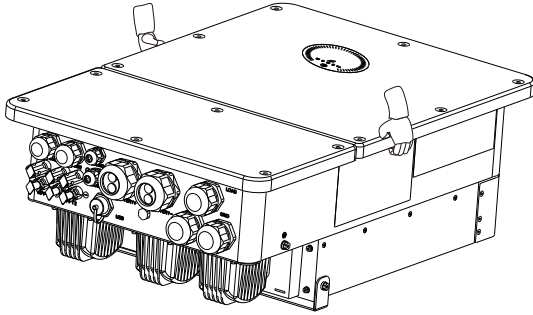

图5.7 光储一体机搬运示意
- 1) 如图5.7所示，将光储一体机从包装中搬出并抬到安装位置需要两人同时操作。